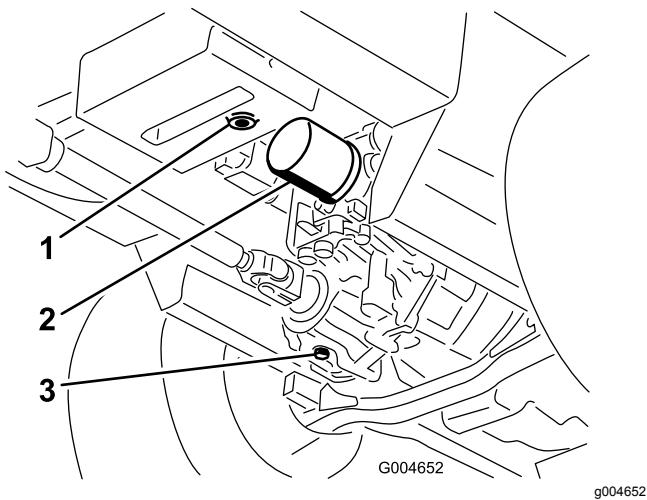

Bild 91
3. Stellen Sie eine große Wanne unter den Hydraulikbehälter und das Getriebe und nehmen Sie die Schrauben ab. Lassen Sie die Hydraulikflüssigkeit ablaufen (Bild 91).
4. Reinigen Sie den Bereich um den HydraulikölfILTER und nehmen Sie den Filter ab (Bild 91).